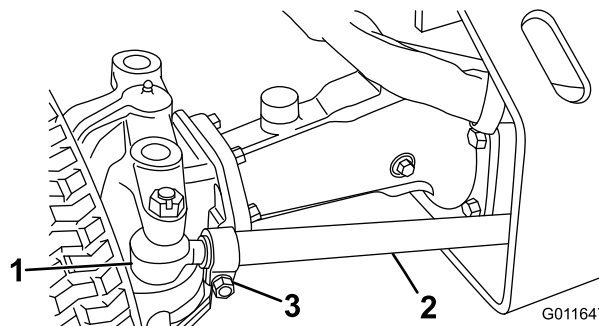

Figura 52
2. Retire as contrapino e a porca uma junta da barra de direcção ao suporte de montagem no eixo; em seguida, retire a junta do eixo (Figura 52).
3. Desaperte o parafuso braçadeira da barra de direcção (Figura 52). Rode a junta esférica para dentro ou para fora, a fim de ajustar o comprimento da barra de direcção.